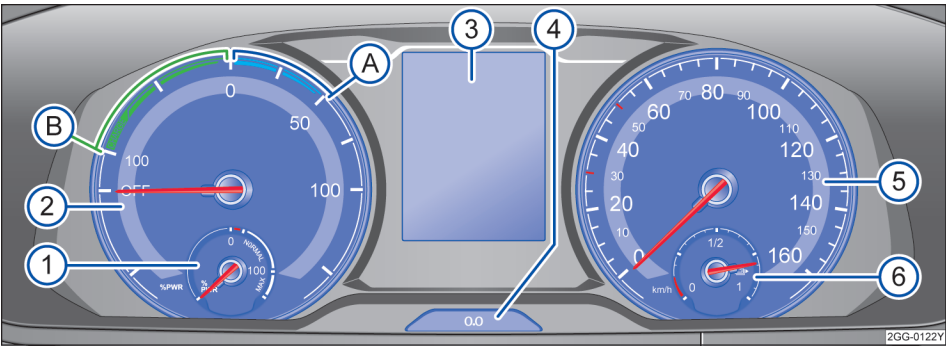

图 10 仪表概览
关于仪表的解释 → 图 10:
在行驶期间, 组合仪表上会显示当前行驶功率 → 图 10。
视汽车装备而定，在显示屏→图 10 ③中可以显示不同的信息：
- 按压按钮→图 10 ④ 可将**短距离行驶里程表**清零。